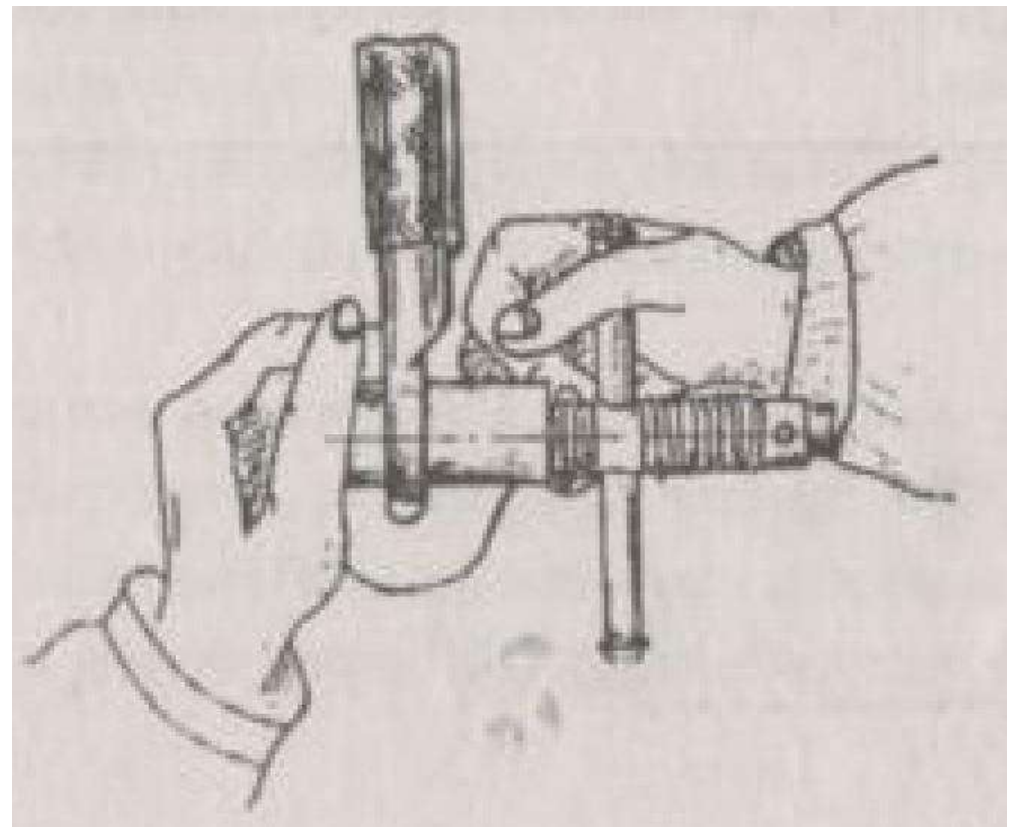

Рис.5 Удаление плёнки из болтового отверстия контактной лапки с помощью приспособления.
7.14 После оконцевания жил удалите плёнку из отверстия под болт с помощью приспособления (рис.5). Для сечения жил сеч. 25 и 35 мм² замените наконечник приспособления.